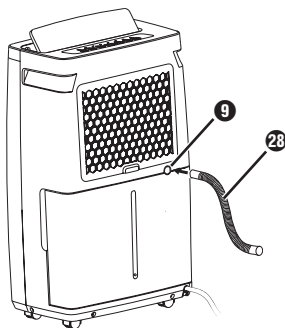

Fig. 3
- ◆ Soit enfillez le flexible ❷ livré d'origine ou l'adaptateur pour tuyau d'arrosage UE ❷ sur l'orifice de sortie ❶ (voir les figures 3 + 4).